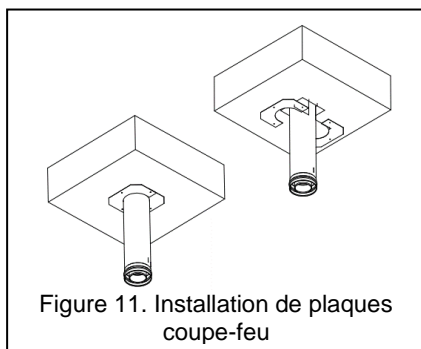

Figure 11. Installation de plaques coupe-feu
12. Insérez la dernière longueur (L) à travers le coupe-feu mural en place (WT, WTI).
- a. Assurez-vous qu'une seule longueur (L) passe dans le coupe-feu mural (WT, WTI), car le collier de serrage (LB) empêcherait deux longueurs raccordées de passer au travers.
13. À l'extérieur, installez la terminaison horizontale (HT) sur la longueur (L) qui sort du mur à l'aide du collier de serrage (LB) fourni.
14. À l'intérieur, remplacez l'appareil à gaz dans son emplacement final, en veillant à ce que l'évent (L) se raccorde bien avec le collet de sortie de l'appareil.
15. **Important: Des Plaques coupe-feu (FSP) sont nécessaires à chaque étage installé par le dessous, et sur chaque mur de chaque côté. Voir Figure 11 à la page 16 pour de plus amples renseignements.**
- **Important: Des Plaques coupe-feu (FSP) sont nécessaires à chaque étage installé par le dessous, et sur chaque mur de chaque côté. Voir Figure 11 à la page 16 pour de plus amples renseignements.**
Les plaques coupe-feu (FSP) sont composées de deux pièces demi-circulaires identiques. **Cette partie est nécessaire à chaque étage installé par le dessous, et sur chaque mur de chaque côté. Voir Figure 11 à la page 16 pour de plus amples renseignements.**
Important: Des Plaques coupe-feu (FSP) sont nécessaires à chaque étage installé par le dessous, et sur chaque mur de chaque côté. Voir Figure 11 à la page 16 pour de plus amples renseignements.